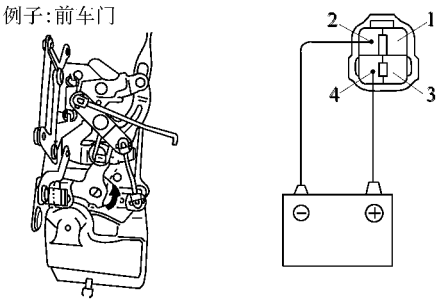

图 18-166 将正极导线从蓄电池连接到端子 4，
②从各端子脱开导线，约过 60s 后，将正极 (+) 导线从蓄电池连接到端子 4，负极 (-) 导线连接到端子 2，如图 18-166 所示。检查车门锁是否移动到锁门 (LOCK) 位置。如果动作不符合规定要求，则应更换车门锁部件。